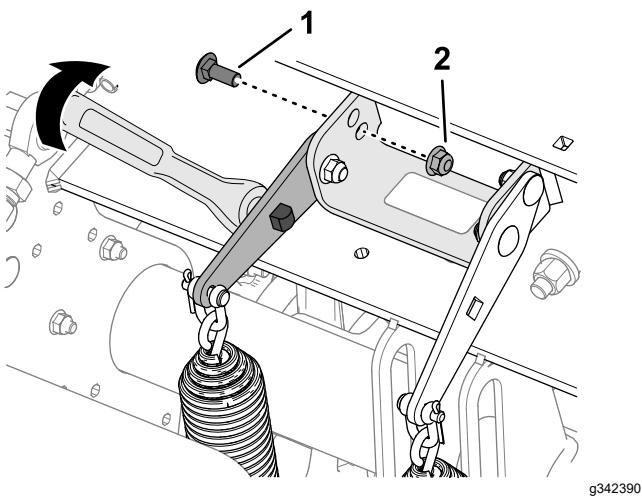

Figure 119
4. Insérez un manche à rochet de $\frac{1}{2}$ pouce ou une barre de levier dans le trou carré de la patte de tension du ressort (Figure 119).